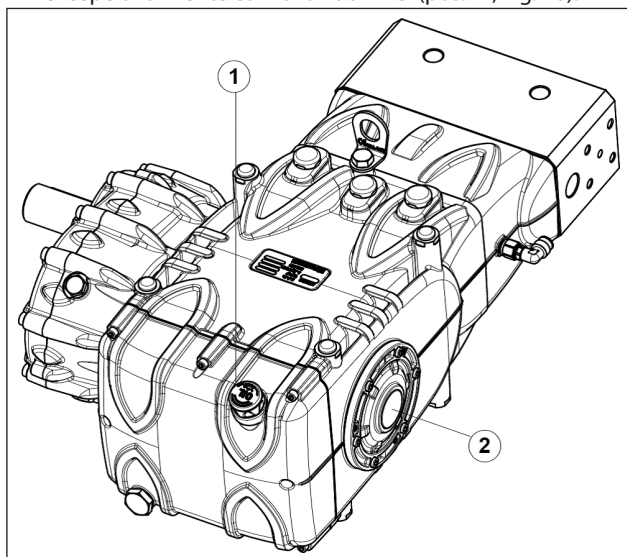

Fig. 16
5. O óleo no cárter da bomba esteja no nível, verificando-o com a vareta adequada (pos. ①, Fig. 16) e, excepcionalmente com a luz do nível (pos. ②, Fig. 16).